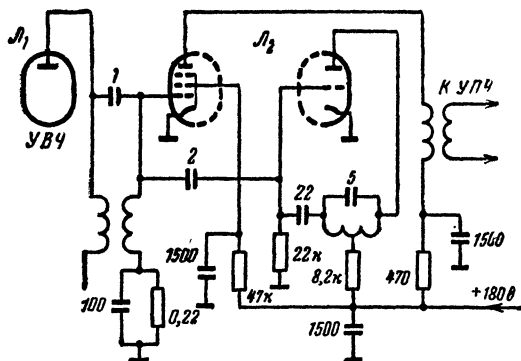

Рис. 67. Схема современного гетеродина-смесителя. Связь с усилителем высокой частоты осуществляется с помощью полосового фильтра.
**Н.** — И это не зависит от схемы смесителя, будь это двойной триод, триод-пентод (рис. 67) или отдельный гетеродин?